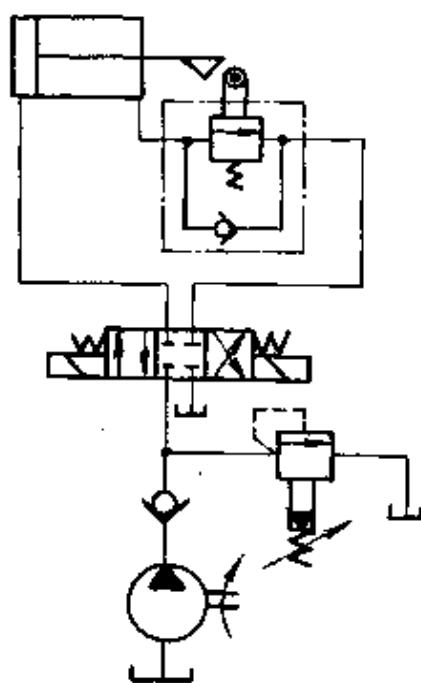

图 7-10 用行程减速阀的
(1) 用行程减速阀的缓冲回路 图 7-10 为用行程减速阀的缓冲回路。当撞块压下行程减速阀时, 使油液受到节流作用而实现减速缓冲控制。如果调整撞块的位置, 就可以在需要的位置上起